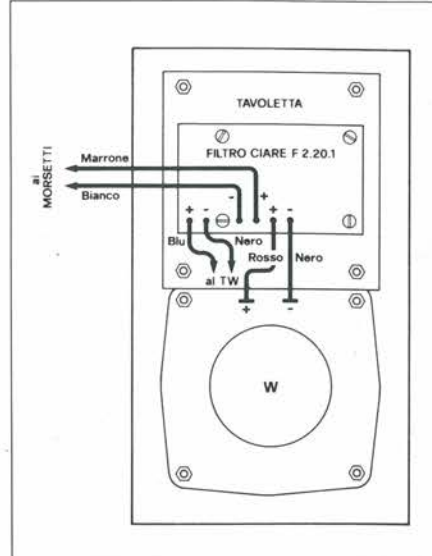

Fig. 11. Il cablaggio filtro/woofer/tweeter/morsetti. Il tweeter è nascosto dalla tavoletta che fa da supporto al filtro.
- 2 - Saldare i collegamenti filtro/altoparlanti (Fig. 11).